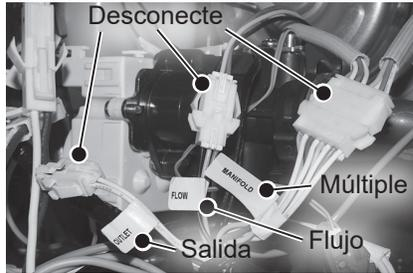

Figura 40 - Desconexión del múltiple, flujo y salida
- 16 Ubique el mazo de cables del múltiple y desconéctelo. Consulte la Figura 40.
- 17 Ubique el mazo de cables de flujo y desconéctelo. Consulte la Figura 40.
- 18 Ubique el mazo de cables del termistor de salida y desconéctelo. Consulte la Figura 40.